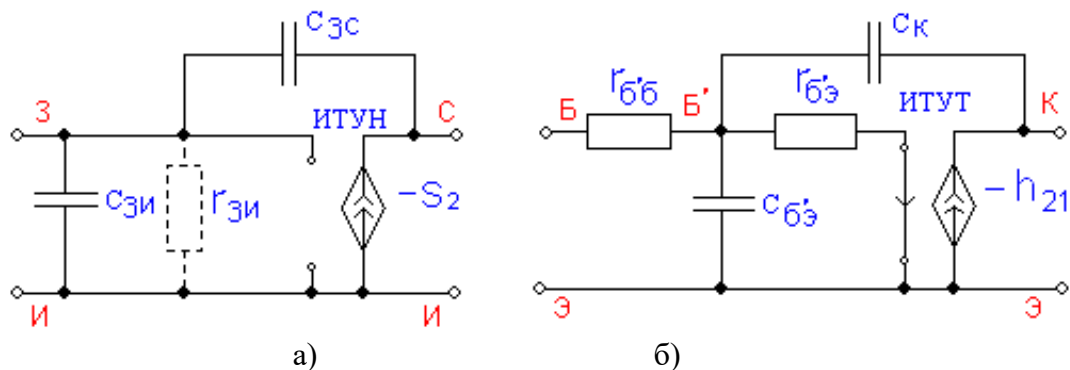

Рис. 10. Эквивалентная модель транзисторов по сигналу: а) полевого –  $V_2$  (ИТУН);
На эквивалентной схеме полевой транзистор заменяем активным четырехполюсником типа ИТУН – источник тока, управляемый напряжением (рис. 10, а). Это значит, что выходной ток (ток стока  $i_c$ ) управляется входным напряжением (затвор–исток  $u_{зи}$ ), т. е.
Согласно эквивалентной модели биполярного транзистора (рис. 10, б) для расчёта резисторов  $R_{16}$ ,  $R_{18}$  (полная эквивалентная схема рис. 13) следует использовать формулу (41), для  $R_{17}$ ,  $R_{19}$  выражение (42), а для ёмкостей  $C_{12}$  и  $C_{14}$  необходимо подставить соответствующие значения в (43).